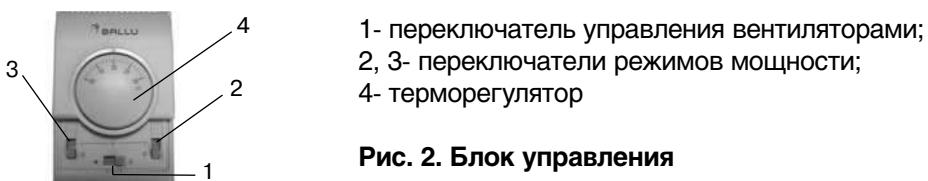

Рис. 2. Блок управления
- Завеса состоит из корпуса 1 (см. рис. 1), изготовленного из листовой стали, покрытой высококачественным полимерным покрытием. Внутри корпуса расположены диаметральные вентиляторы и игольчатые электронагреватели («ститч-элементы»). Вентиляторы всасывают воздух через переднюю перфорированную стенку корпуса 2, поток воздуха, проходя через электронагреватели, нагревается и выбрасывается через решетку 3 в виде узкой направленной струи. Управление завесой осуществляется с выносного блока управления (см. рис. 2).
- Электрические схемы завес приведены на рис.2,3 Приложения.
- Подключение к электросети осуществляется через автоматический выключатель в соответствии с «Правилами эксплуатации электроустановок». Для этого необходимо снять крышку на верхней стенке корпуса, завести силовой кабель и подключить его к клеммной колодке в соответствии с рис. 4, 5 Приложения (см. также электрические схемы рис. 2, 3 Приложения). Система управления имеет внутреннюю заводскую коммутацию. Автоматический выключатель и сечение подводимого кабеля должны соответствовать табл.3.
- Питание завес осуществляется от однофазной электрической сети с напряжением 220В/50Гц для завесы ВНС-6 SR(N) и от трехфазной электрической сети с напряжением 380 В/50 Гц для завесы ВНС-9 SR(N).
5.6. Выносной пульт управления подключен на заводе-изготовителе (электрическую схему пульта управления см. на рис. 2, 3 Приложения).
6.1. Перед включением завесы переключатели пульта управления должны находиться в положении 0 (см. рис. 2)